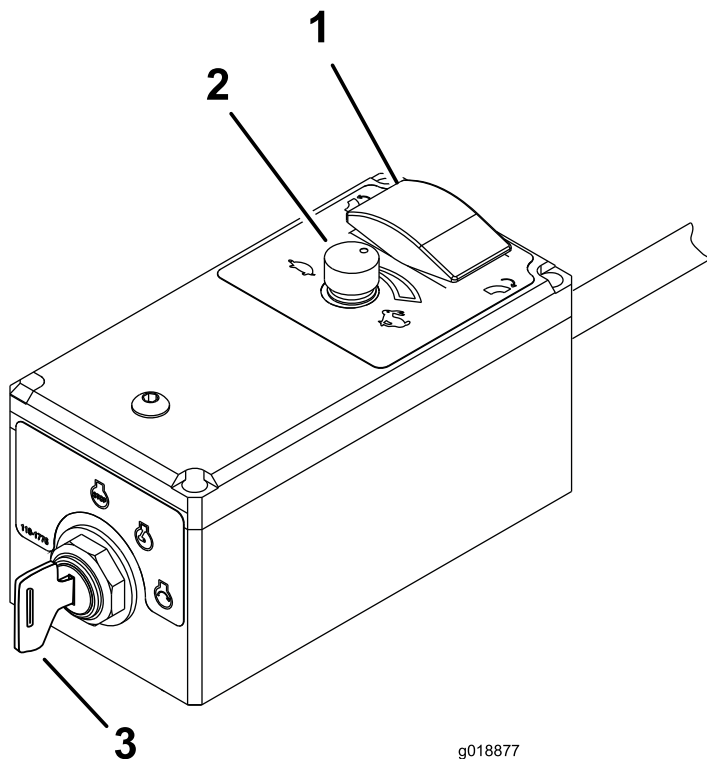

图 10
- 将发动机点火钥匙顺时针旋转至“启动”位置即可启动发动机启动后释放钥匙 图 10。
3. 如果离开机器请将发动机钥匙旋转到关闭位置并从开关中拔出图 10。